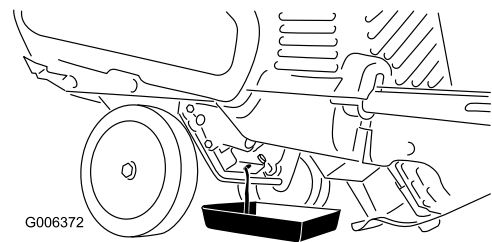

Figura21
3. Poziționați o tavă de golire a uleiului sub bușonul de golire a uleiului, scoateți bușonul de golire a uleiului și înclinați mașina în spate și scurgeți uleiul uzat în tava de golire a uleiului (Figura21).